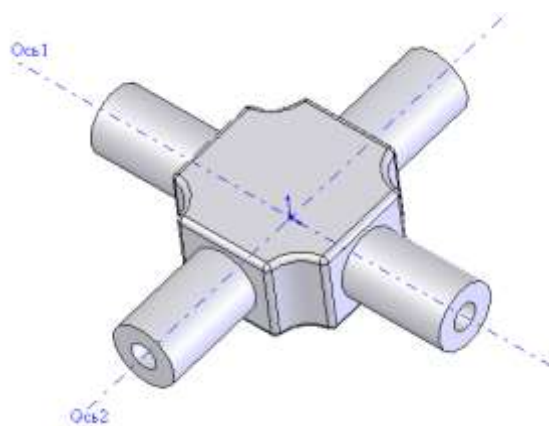
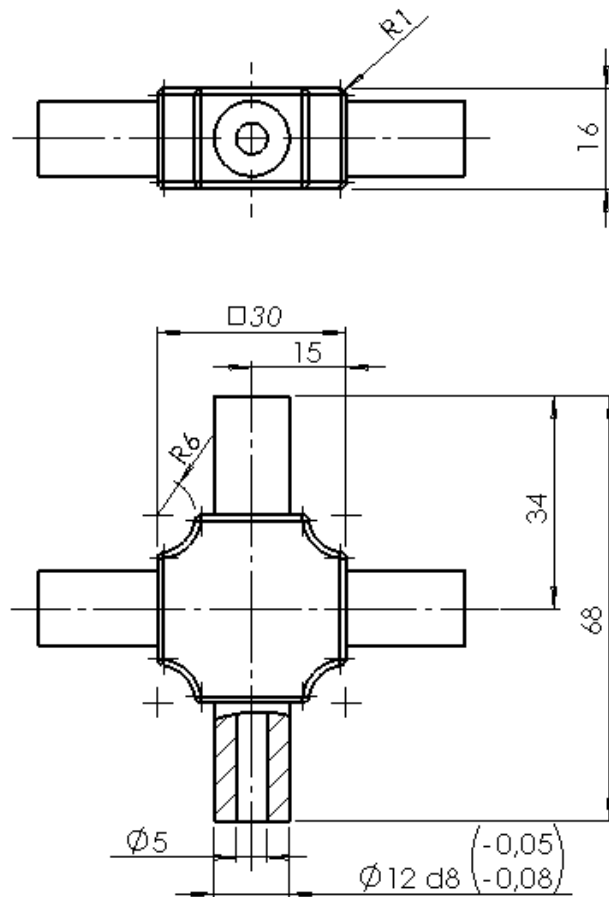

Рис. 2. Модель детали «Крестовина»
Рис. 3. Эскиз детали «Крестовина»
3. Построить 3D модель детали «Крестовина» (рис. 2) по эскизу изображенному на рис.3, используя элементы справочной геометрии и инструменты создания массива объектов в эскизе.